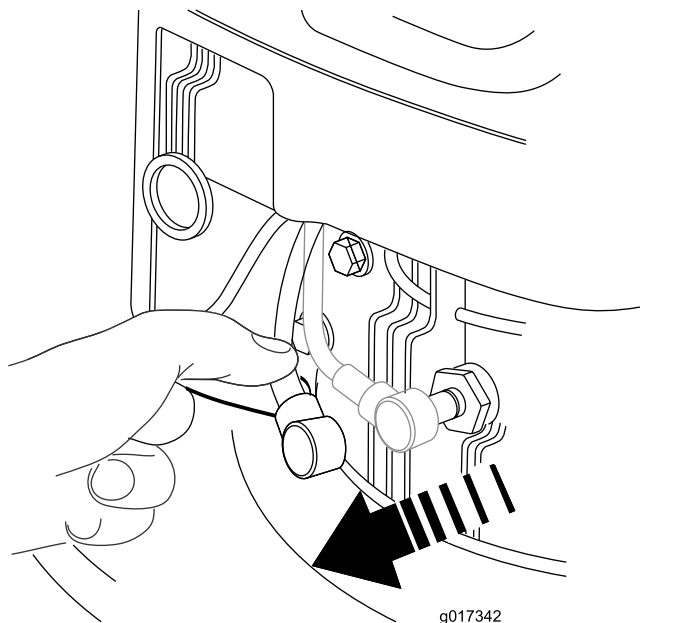

Figura 19
2. Desconecte o cabo da vela de ignição (Figura 19) antes de realizar qualquer procedimento de manutenção.
2. Desconecte o cabo da vela (Figura 19).